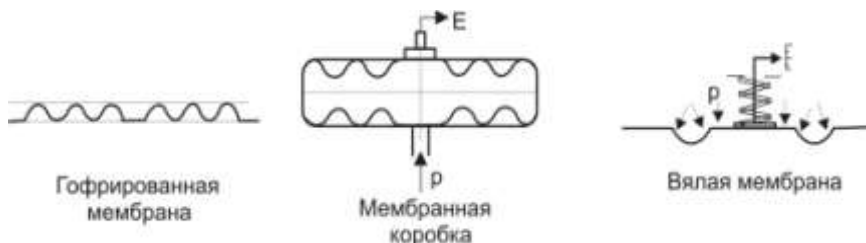

Рис. 4
2) мембрана – это тонкая диафрагма, радиальное растяжение которой измеряется в Ньютонах на метр (рис. 4). Мембраны – обладают значительной жёсткостью и менее восприимчивы к вибрациям: